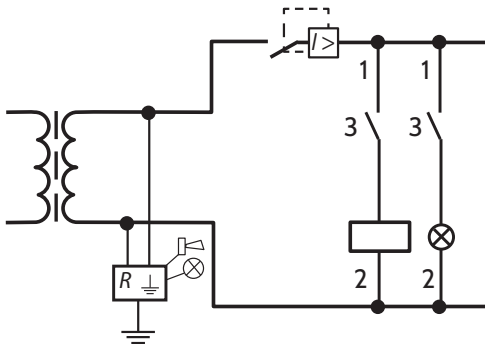

Figura-10 Método b3) Circuito de comando no puesto a tierra alimentado por un transformador
Nota 4 El método b3) también se puede utilizar para circuitos de control de corriente continua. En este caso, el transformador que se muestra en la Figura 10 se reemplaza por una fuente de alimentación de DC. Cuando se utiliza una combinación de transformador y rectificador, el monitor de aislación se conecta al circuito de protección en la parte de CC del circuito de control, después del rectificador.
Nota 5 La Figura 10 no muestra los dispositivos de protección contra sobrecorrientes en los circuitos de medición destinados a la protección del monitor de aislación.
3) pueden incluir, cuando una interrupción o corte de acuerdo con el punto 2 anterior aumenta los riesgos, por ejemplo, cuando se requiere un funcionamiento permanente durante la primera falla a tierra, un monitor de aislación (por ejemplo, de acuerdo con IEC 61557-8) que active una señal acústica y óptica en la máquina (ver la Figura 10). Los requisitos para el procedimiento que debe realizar el operador o usuario de la máquina en respuesta a esta alarma deben especificarse en la información o manual de empleo.